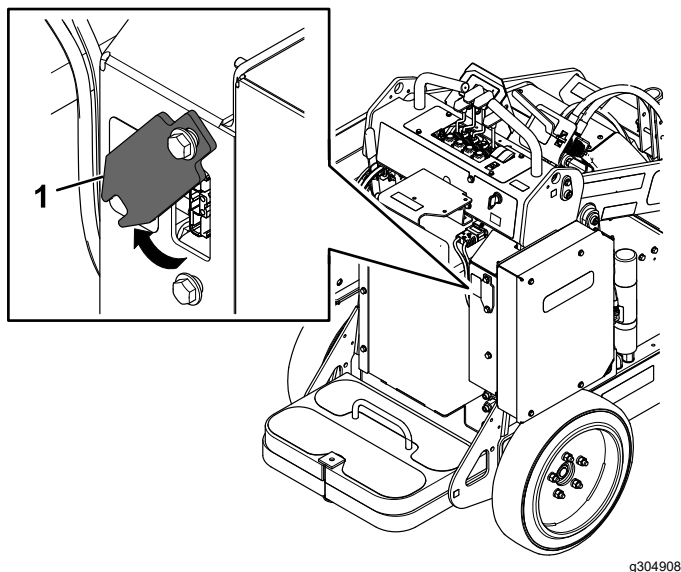

Figura 23
- Deslice la tapa del cargador hacia arriba y gírela para apartarla (Figura 23).
- Gire la tapa del cargador a su sitio y deslícela hacia abajo sobre el perno inferior (Figura 23).